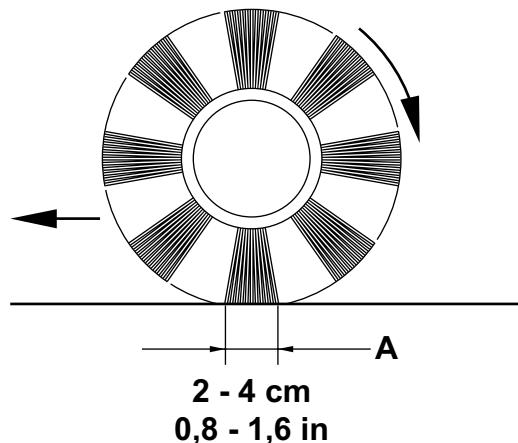

Figure 2
5. Contrôler que la largeur de la trace (A, Fig. 2) laissée par le balai central est comprise entre 0,8 et 1,6 in (entre 2 et 4 cm) dans toute sa longueur.
6. Au cas où la trace (A) résulterait différente, procéder au réglage de la hauteur du balai.